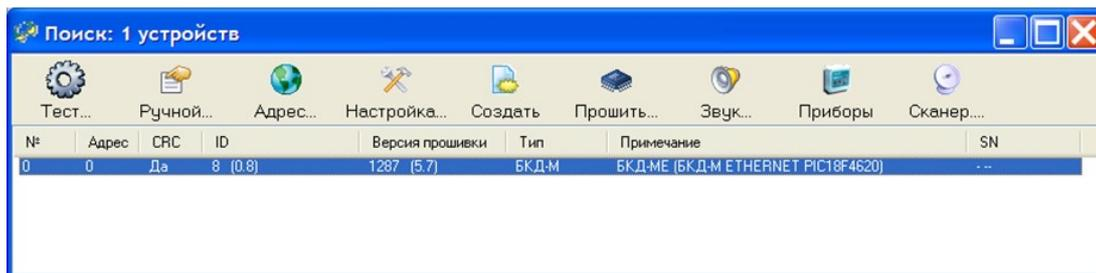

Рисунок 24 - Перечень найденных устройств
6) Выполнить поиск, нажав на кнопку «Поиск». В результате появится список найденных устройств, где в самой верхней строке будет находиться БКД-М (рисунок 24). В столбце «Тип» БКД-МЕ будет показан как БКД-М.